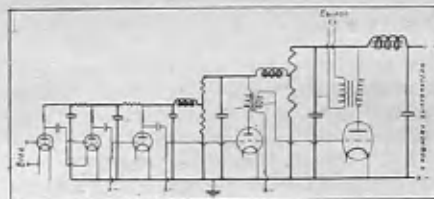

Рис. 4. Питание анодных цепей через каскадный фильтр и делители напряжений
4) В установках повышенной мощности, где анодное напряжение мощного каскада имеет величину около 1000 вольт, для питания предварительного усиления часто делают отдельную выпрямительную установку на меньшее напряжение постоянного тока. Этого усложнения питающего устройства можно избежать при применении каскадного фильтра с делителями напряжений (рис. 4).